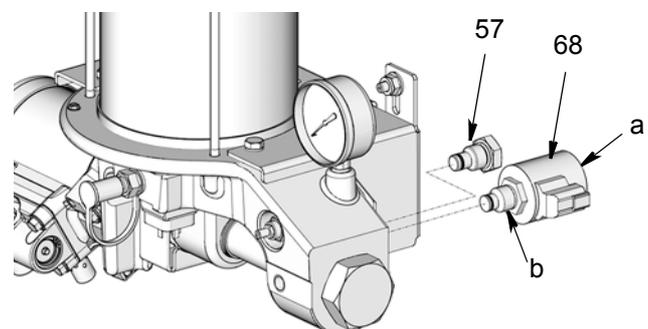

FIG. 5
3. Quite el tapón (57) de la base de la bomba (2) (FIG. 5).
4. Monte el cartucho de la válvula (68) en la base de la bomba (FIG. 5). Apriete la tuerca (a) de la bobina a 5,42-6,78 N•m (4-5 lb-pie). Apriete la tuerca (b) del cartucho a 21,69-27,12 N•m (16-20 lb-pie).